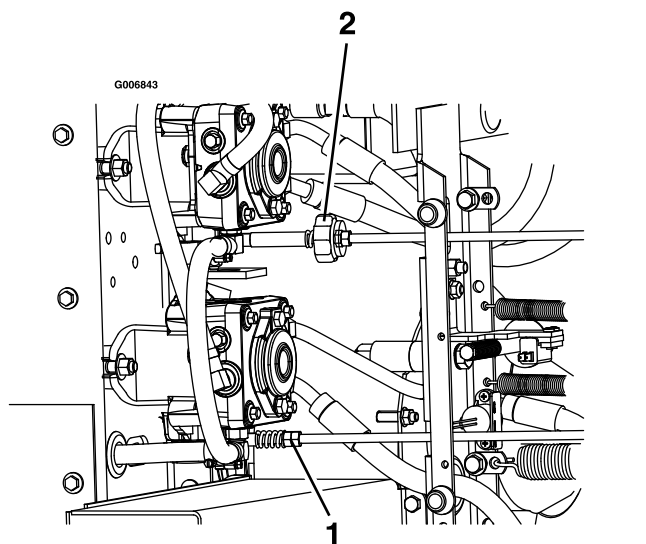

Рисунок 65
9. Чтобы получить НЕЙТРАЛЬНОЕ положение, отрегулируйте левый и правый рычажные механизмы управления насосами, которые соединяют рулевое управление с рычагами управления насосами, так, чтобы колеса остановились или медленно поворачивались в обратном направлении (Рисунок 65).
11. Отрегулируйте рычажный механизм правого насоса, поворачивая с помощью ключа сдвоенные гайки на узле насоса (Рисунок 65).